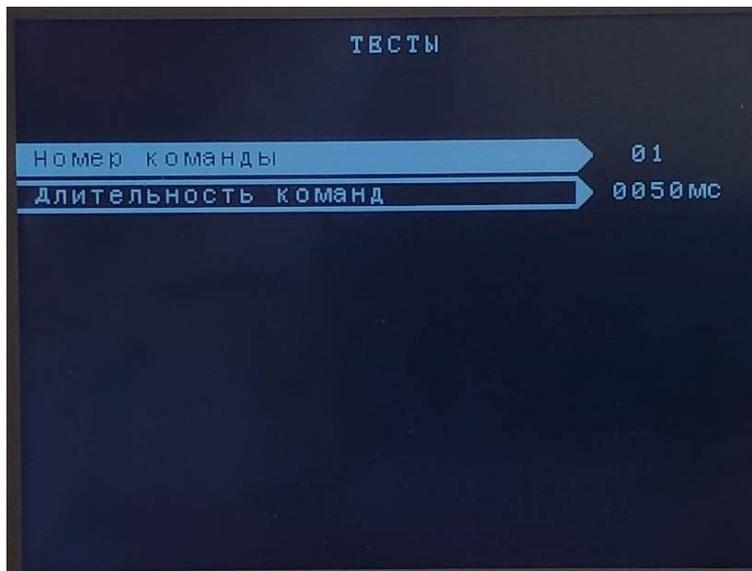

Рисунок 25 – Подраздел «Формирование команд в имп. режиме»
**3.4. «Формирование команд в имп. режиме»** - подраздел предназначен для тестового формирования импульсных аварийных команд, а так же вывода уровня сигнала на выходе (см. рисунок 25).